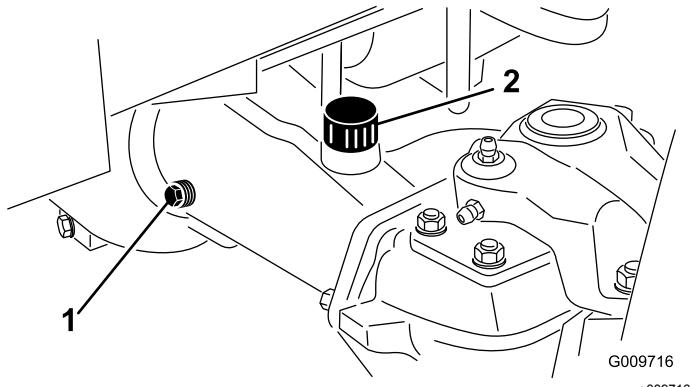

Figure 50
2. Enlevez un bouchon de contrôle à une extrémité du pont arrière (Figure 50) et vérifiez que le lubrifiant atteint la base de l'orifice.
Remarque: Si le niveau est trop bas, enlevez le bouchon de remplissage (Figure 50) et ajoutez suffisamment de lubrifiant pour rectifier le niveau.